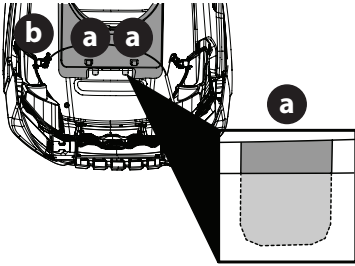

Figure 11
2. Puis, glissez les pattes avant (a) dans le déflecteur (Figure 11).